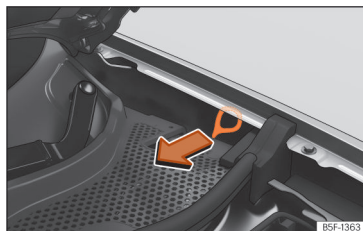

Fig. 63 Între panoul aripii stânga și balamaua capotei motorului: Declanșator pentru mecanismul de deblocare manuală al ștecărului de încărcare.
Declanșatorul pentru mecanismul manual de deblocare se află în partea stângă a compartimentului motor, deasupra prizei de încărcare » » » fig. 63.
- Trageți declanșatorul » » » fig. 63.